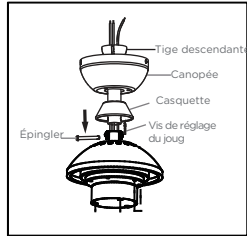

Fig. 7a
- Desserrez la vis et l'écrou de réglage de l'arcade et retirez la goupille et le clip s'ils sont préinstallés. Placez la tige descendante dans la fourche du carter du moteur et insérez la goupille et le clip. Serrez fermement la vis de réglage de l'arcade et l'écrou (Fig. 7a).